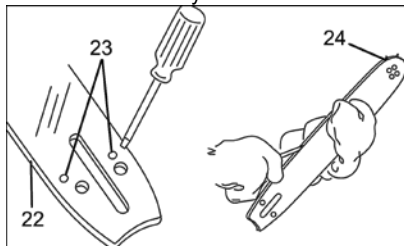

Рисунок 5
- перевірте, щоб канал для оливи (23, рисунок 5) та спрямовувальний паз (22, рисунок 5) на напрямній шині не були засмічені. У разі необхідності прочистьте їх;
- перевірте, чи вільно обертається зірочка на вістрі напрямної шини (24, рисунок 5). Якщо після виконання всіх зазначених вище заходів робота системи змащення не відновилася, слід звернутися до уповноваженого сервісного центру ТМ **Mähtz**.